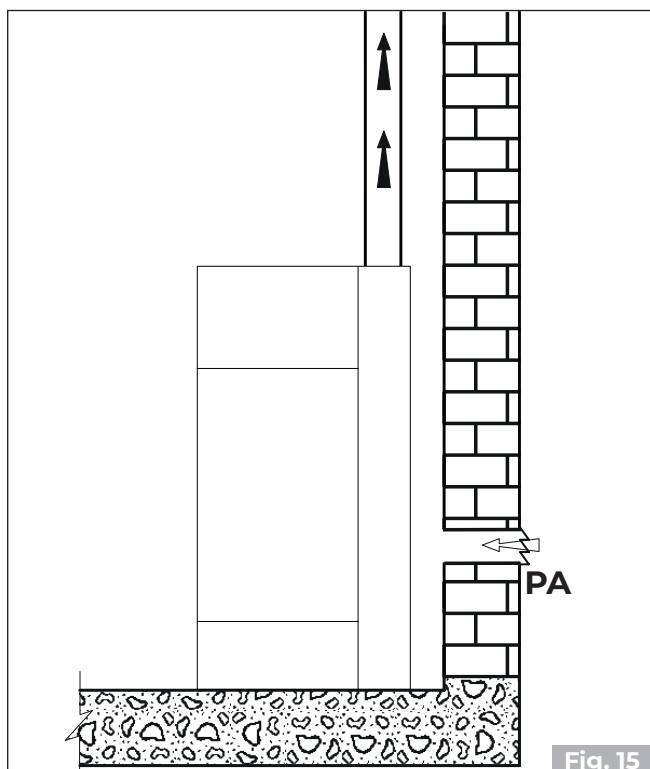
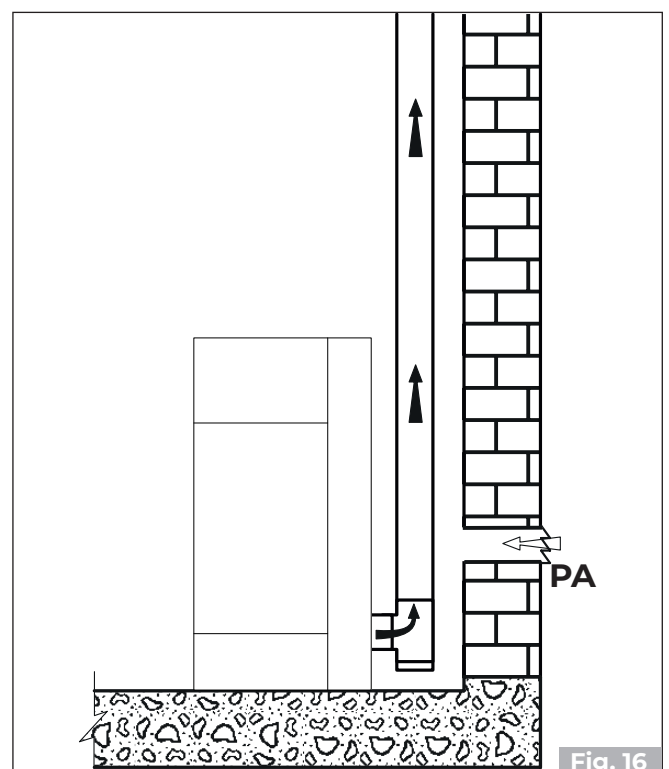

Fig. 15
Fig. 16
- desde el ambiente de instalación o de los locales contiguos apropiados (**Fig. 15 - Fig. 16**)
Realizar la toma de aire en la pared (**Fig. 15 e Fig. 16 - PA = Toma de Aire**), y dejar que el aparato esté libre de extraer aire en el ambiente teniendo cuidado de conectar en el tubo de entrada del aire el tramo de tubo corrugado, en caso de que sea suministrado, fijándolo con la abrazadera y plegándolo ligeramente hacia abajo con el fin de prevenir posibles efectos de resonancia.